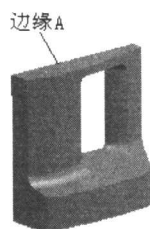

图 1-20 边缘 A
- 参考边缘 (Reference Edges) = 边缘 A, 见图 1-20。